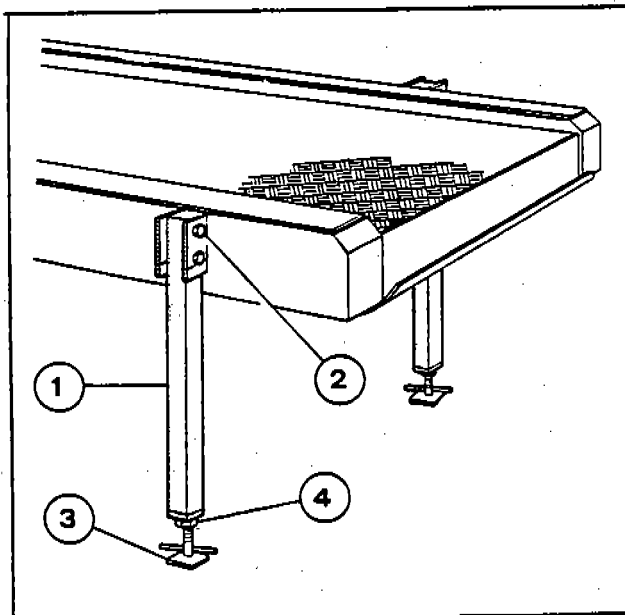

Fig. 11
- h) Montare gli stabilizzatori anteriori piano mobile anteriore (1-Fig. 11) fissandoli con apposite viti (2-Fig. 11).
- i) Eliminare l'eventuale gioco tra piedino (3-Fig. 11) stabilizzatore e piano di appoggio, avvitando o svitando il piedino stesso. Bloccare il controdado di fermo (4-Fig. 11).